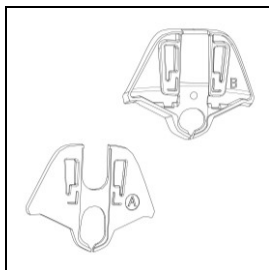

Fig. 1
- Välj den lämpligaste adaptorn för skalformen i enlighet med din hjälmmodell (fig. 1).